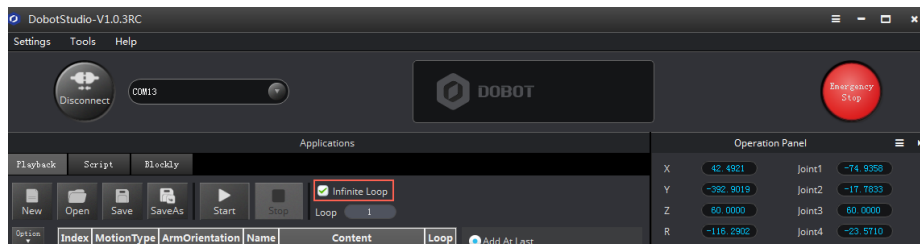

图 6.9 存点列表回放的循环次数设置示意图
- 在“Playback”界面设置存点回放的循环次数，最大值为9999，也可直接勾选“Infinite Loop”，使机械臂根据存点列表处于无限循环回放的状态，如图 6.9所示。